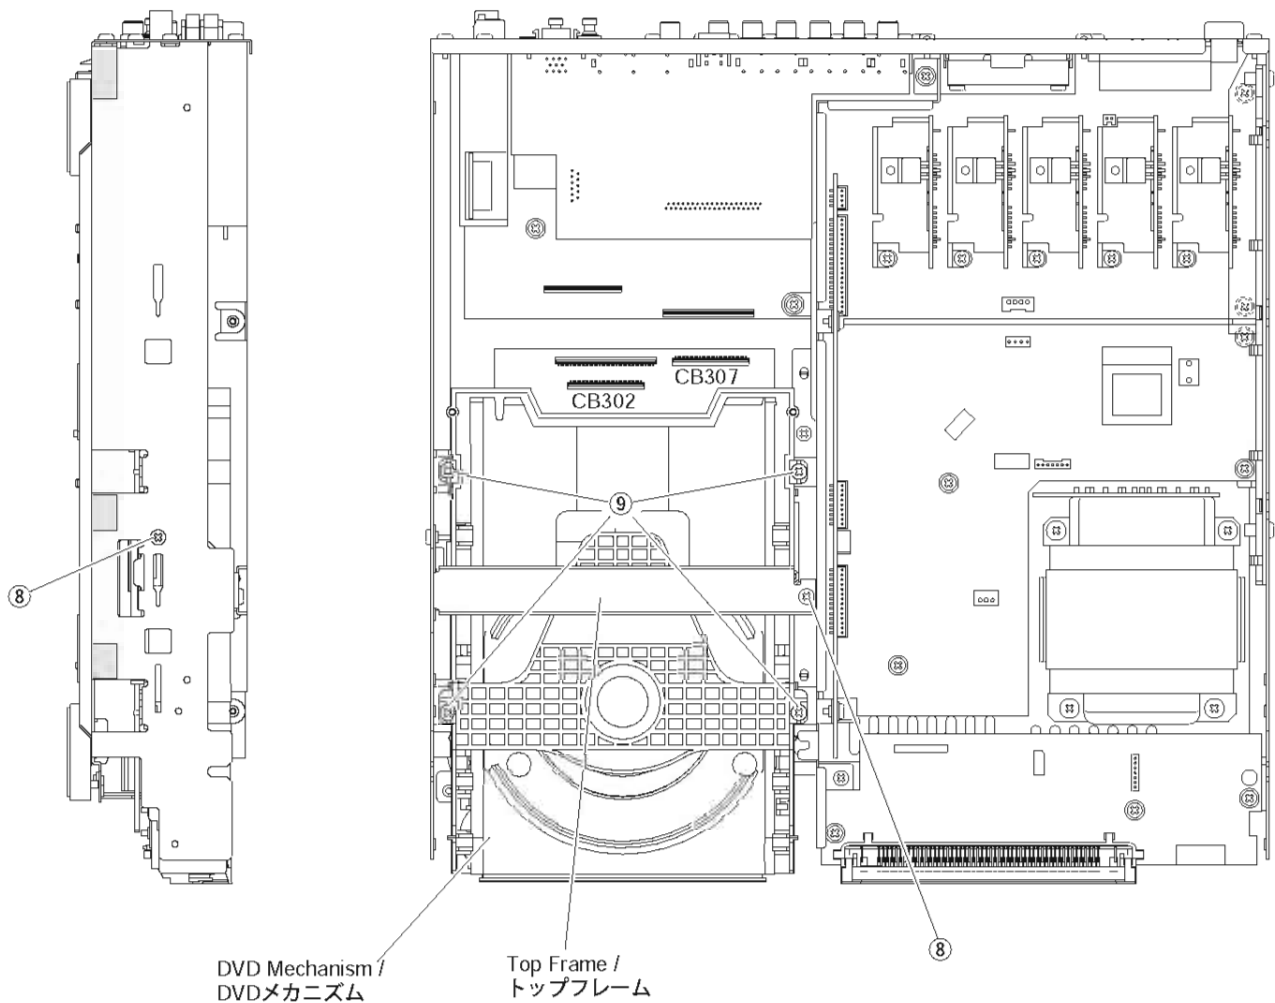

Fig. 5
- Remove 2 screws ( ⑧ ) and then remove the Top Frame in Fig. 5.
- Remove 4 screws ( ⑨ ) and then remove the DVD Mechanism in Fig. 5.
- Disconnect the connectors CB302 and CB307 in Fig. 5.
- ⑧のネジ2本を外し、トップフレームを外します。(Fig. 5)
- ⑨のネジ4本を外し、DVDメカニズムを外します。(Fig. 5)
- コネクタCB302、CB307を外します。(Fig. 5)